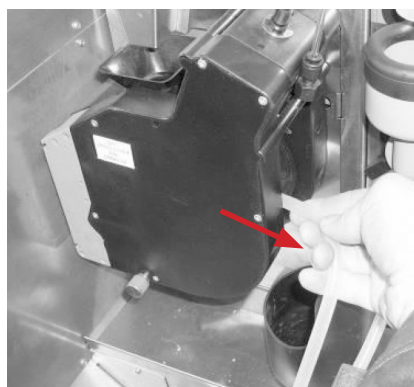

Рисунок 60
2. Отсоедините выходную трубку приготовленного напитка вместе с соплом из держателя, приподняв пружинку фиксации трубки (см.рис.60)